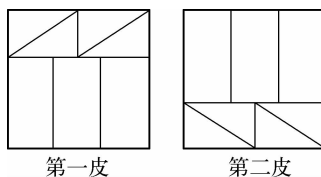

图 1-38 矩形砖柱的组砌方法
(7) 矩形砖柱的组砌方法(图 1-38):
- ① 各皮砖竖缝至少错开 1/4 砖长。
- ② 不能先砌四周砖后填心。
- ③ 每班砌筑高度不超过 1.8 m。